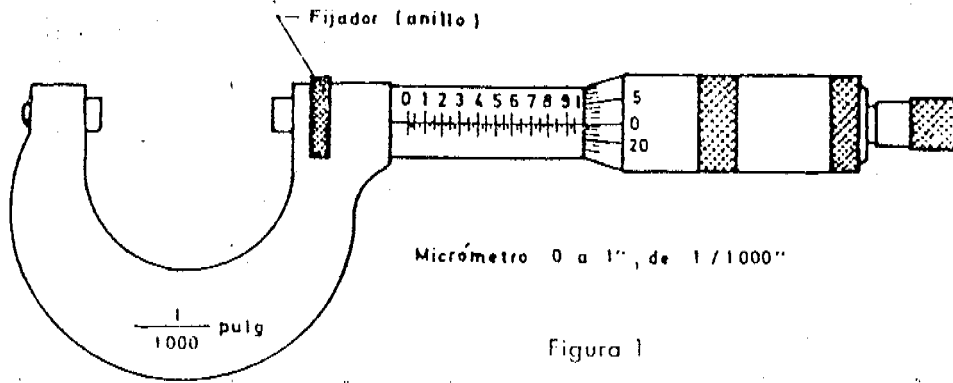

Figura 1
El micrómetro en 0,001", conforme podemos ver en la figura 1, es semejante al de 0,01 mm.
1. El tornillo micrométrico ( Figura 1 ) del micrómetro de 0,001" es de 40 hilos por pulgada; el del micrómetro de 0,1 mm, es de 0.5 mm de paso.